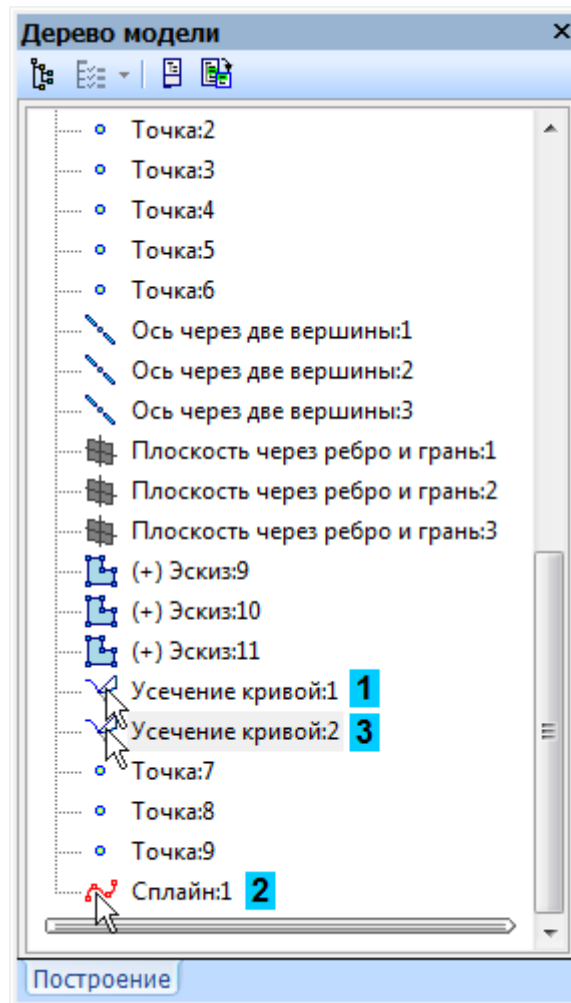

Рисунок 39
- В Дереве модели укажите кривые сети в первом направлении (направление U). Кривые нужно указать именно в такой последовательности (рис.39).